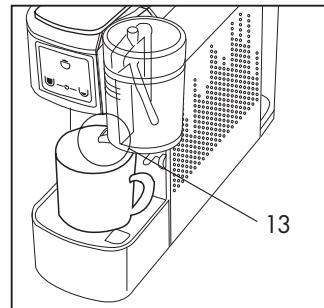

Fig. 21
- Fermer le support (11) et placer la tasse directement sur la grille.
Contrôler que la trémie du verre à lait (13) est orientée dans la tasse. (**Fig.21**)